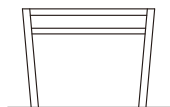

図1-3 寸法以下のイメージ
- 図1-3のように間口下端(※2)の寸法が許容範囲より小さくなった場合は、シャッターが取付けられなかったりシャッター取付け後に異音やキズが発生して正常に作動しなくなる場合があります。
(2) 柱の倒れ